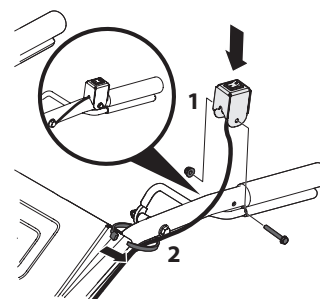

Figura 11
5. Instale el interruptor de ON/OFF (encendido/apagado) del control de parada de emergencia en el manillar izquierdo, usando el perno hexagonal N.º 10-32 : 1.50 y la contratuerca con brida 10-32. Consulte 1 en la Figura 11.
6. Asegure el cable al manillar izquierdo con un precinto, ligeramente por encima del panel de la manija. El cable debe tenderse a lo largo del lado exterior del manillar como se muestra, asegurándose de que el cable no interfiera con el movimiento de la palanca del control de la transmisión. Consulte 2 en la Figura 11.